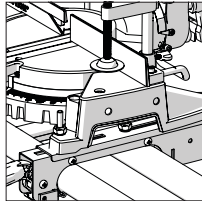

Fig. 11
- Empuje la parte trasera de los soportes hacia abajo para encajarlos sobre las barras transversales de la base de la sierra ingletadora. (Fig. 11)